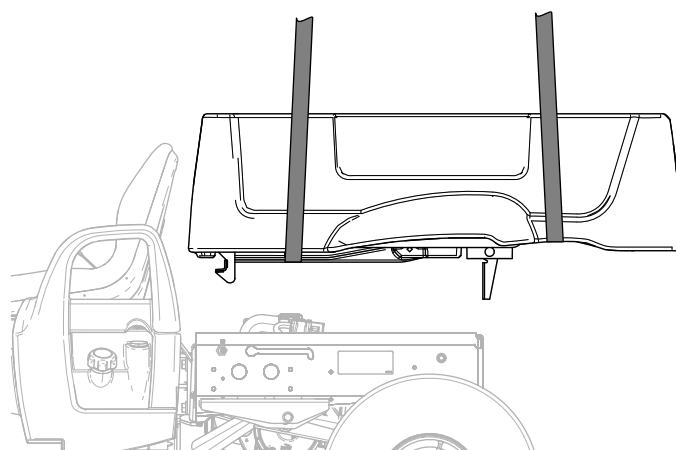

Figura 6
9. Eleve la plataforma de carga y retírela de la máquina (Figura 6).
4. Eleve la plataforma de carga y retírela de la máquina (Figura 6).